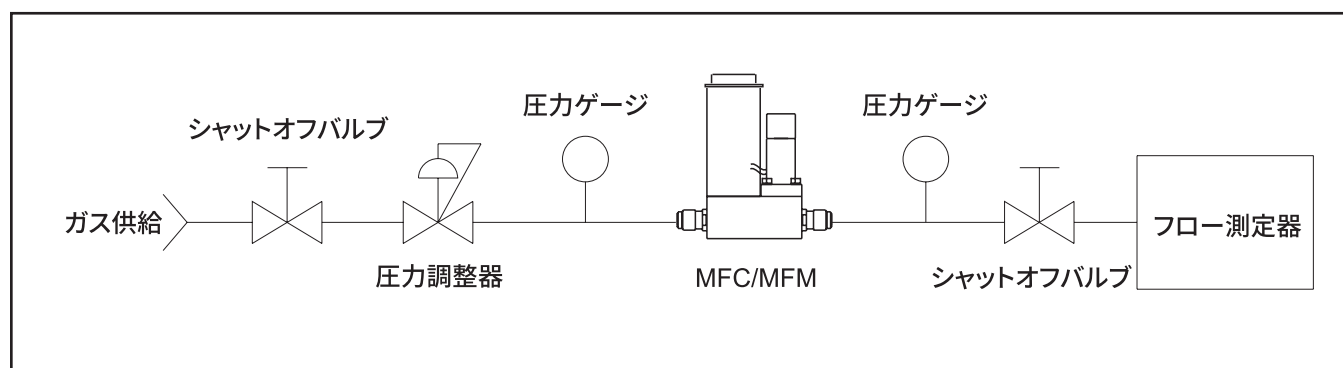

図4-1 ベンチ故障点検回路
1. Brooks SLAMf デジタルシリーズのマスフローメータまたはコントローラの適切な接続を確立します (図4-1 参照)。電源を入れ、45 分間機器を暖めます。コントローラモデルの場合、設定値をゼロに調整します。この時点では、デバイスをガス源に接続しないでください。出力信号を観察し、必要に応じてゼロ調整手順を実行します (セクション3 のゼロ調整機能のゼロ調整を参照)。出力信号がうまくゼロにならない場合は、Brooks Instrument にご連絡ください。これらの I/O 設定が正しいことを確認します。